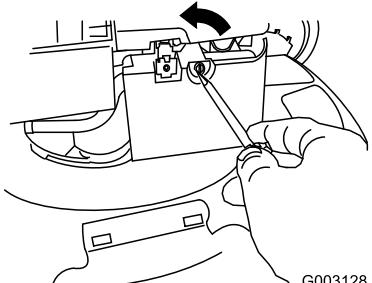

Figure 35
- Ouvrez le couvercle du filtre à air avec un tournevis (Figure 35).